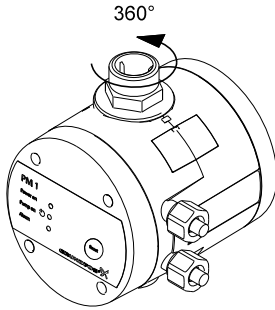

Abb. 1 Drehbarer Abgangesstutzen
Der Abgangsstützen kann um 360 ° gedreht werden. Siehe Abb. 1.
2. Den elektrischen Anschluss je nach Motortyp, wie in Abb. 1 oder 2 auf Seite 151 dargestellt, durchführen.